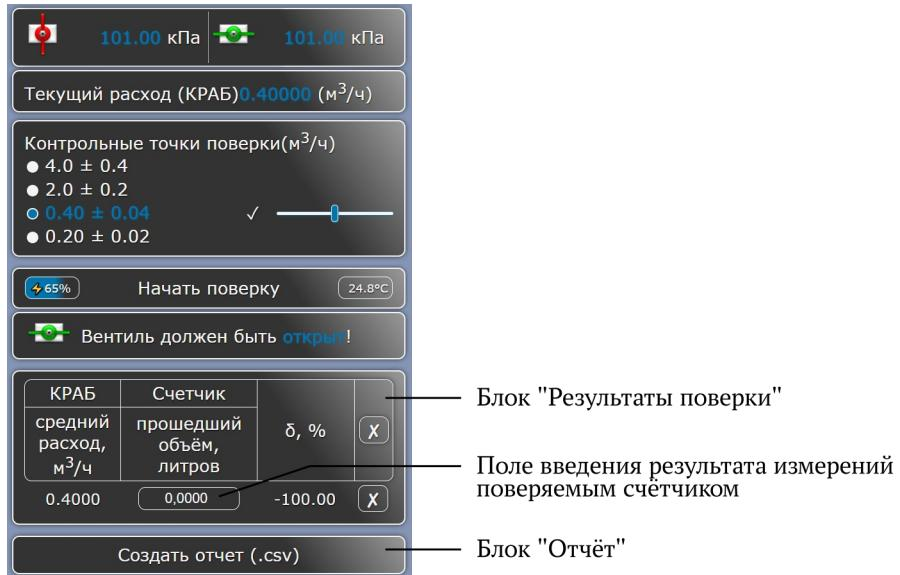

Рисунок 9 – Вид страницы ПО с результатами поверки
2.3.14 После окончания времени штатной поверки, или после принудительной остановки поверки, на странице ПО под блоком «Подсказка» появится блок «Результаты поверки», а под ним — блок «Отчёт» (см. рисунок 9).